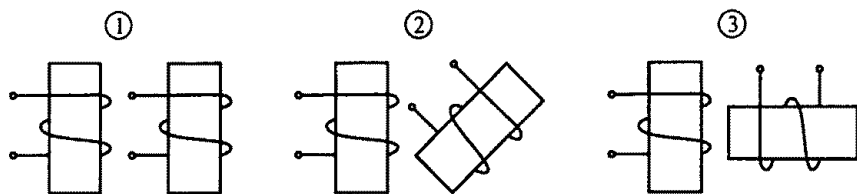

Рис. 52
2.26. Указать при каком взаимном расположении катушек на рис. 52 ЭДС взаимной индукции максимальна.